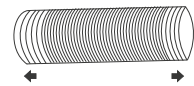

Fig. 1
- 1 Extienda ambos lados del tubo (Fig. 1) y enrosque el extremo de entrada (Fig. 2).